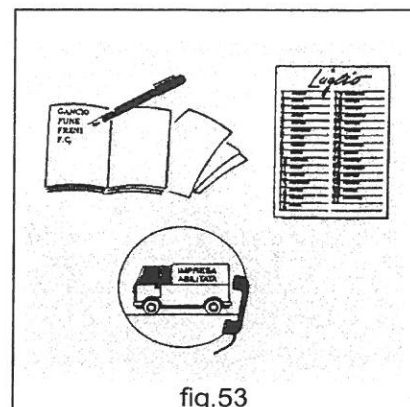

fig.53
- SEMPRE** rispettare il programma degli interventi di manutenzione e registrare, ad ogni controllo, eventuali osservazioni relative, soprattutto, a gancio, fune, freni e finecorsa. (fig.53).